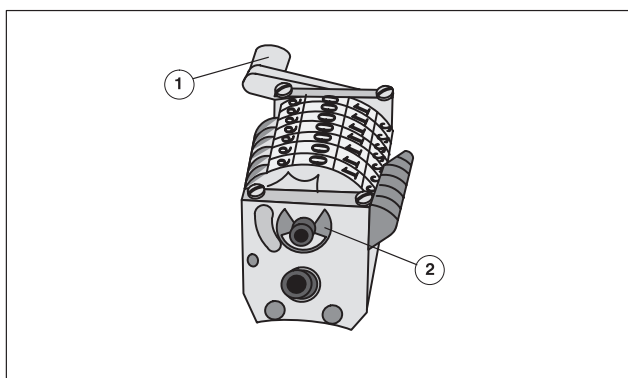

Рис. 6 Продольный нумератор, перестановка рукоятки переключения на другую сторону нумератора
Продольные нумераторы могут управляться кулачками переключения слева и справа. Для этого рукоятка переключения (Рис. 6/①) устанавливается на соответствующей стороне нумератора. При этом направление отсчета нумератора (вперед/назад) не изменяется.
- ① Снять стопорное кольцо (Рис. 6/②).
- ② Вынуть рукоятку переключения (Рис. 6/①) вместе с осью.
- ③ Вставить рукоятку переключения с осью с другой стороны нумератора.
- ④ Стопорное кольцо (Рис. 6/②) снова надеть на ось.